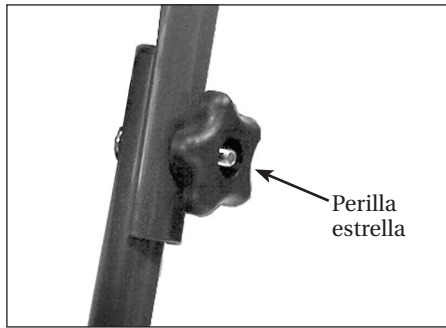

Figura 8 - Ensamblaje del mango
1. Deslice el ensamblaje del mango sobre las patas inferiores de la base del carro. Utilice la tuerca y el perno estándar para asegurar la pata trasera derecha (Ver Figura 8).